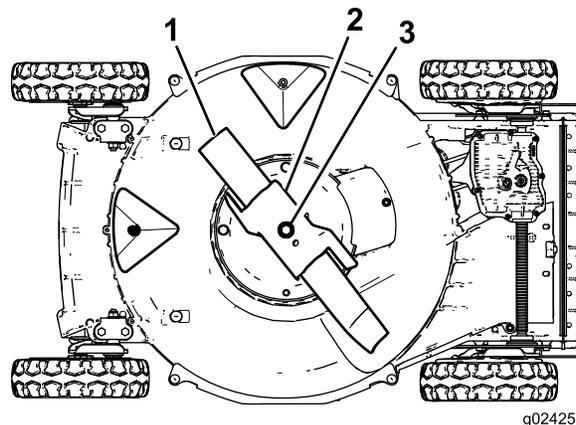

Figura 20
4. Inclinate la macchina sul fianco **destro** (il filtro dell'aria in alto) come mostrato in Figura 20.